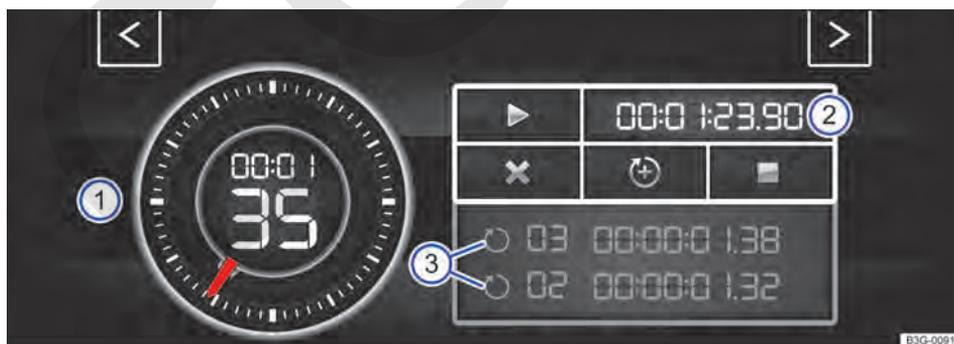
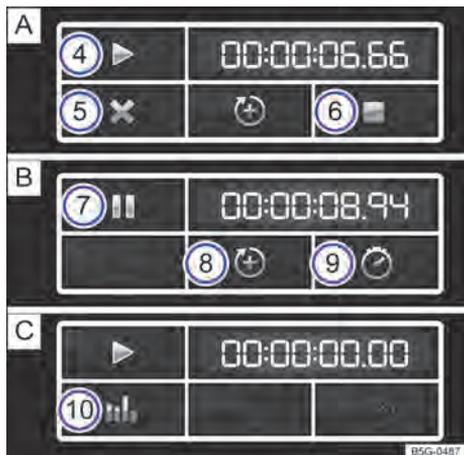

Fig. 27 En la pantalla del sistema de infotainment: cronómetro, botones de función y tiempos de las vueltas. ▶
Fig. 28 Botones de función en la pantalla del sistema de infotainment: cronometraje en caso de una vuelta **A)** detenida, **B)** en curso y **C)** finalizada.
Leyenda de la → fig. 27 y → fig. 28:
Con las flechas → fig. 26 ② y → fig. 27 puede cambiar en todo momento entre el cronómetro y el monitor de potencia.